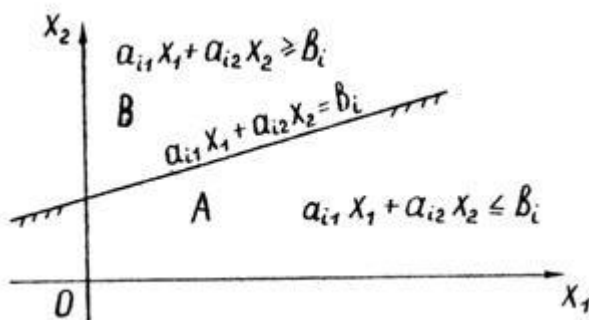

рис. 17
Построим в системе прямоугольных координат X_1OX_2 область допустимых решений задачи. Для этого, заменяя каждое из неравенств (37) равенством, строим соответствующую ему граничную прямую $a_{i1}x_1 + a_{i2}x_2 = b_i$ ($i=1,2,\dots,r$) (рис.17).
одну какую-либо точку (проще всего точку $O(0,0)$). Если при подстановке ее координат в левую часть неравенства оно удовлетворяется, то полуплоскость обращена в сторону к испытываемой точке, если же неравенство не удовлетворяется, то соответствующая полуплоскость обращена в противоположную сторону. Направление полуплоскости показывается на чертеже (рис.17) штриховкой.